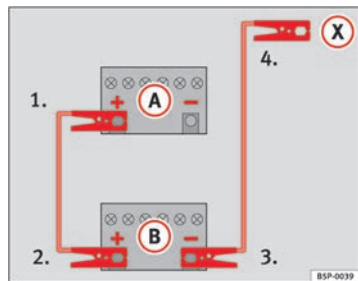

Abb. 151 Schema für das Anklemen der Starthilfekabel
In der ⇒ Abb. 151 ist **(A)** die entladene Batterie und **(B)** die stromgebende Batterie.
1. Klemmen Sie ein Ende des roten Starthilfekabels an den Pluspol ⇒ Abb. 151 des Fahrzeugs mit der entladenen Batterie ⇒ .